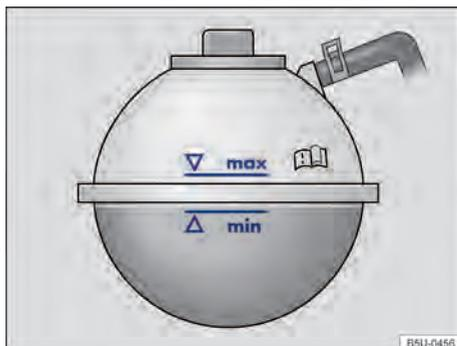

Fig. 175 No compartimento do motor: marcação no reservatório de expansão do líquido de arrefecimento do motor.
- Com o motor frio, verificar o nível do líquido de arrefecimento do motor pela marcação lateral do reservatório → Fig. 175.
- O nível do líquido de arrefecimento do motor deve permanecer dentro da marcação do reservatório → Fig. 175. **Não completar acima da marca “max”** → .
- Completar com líquido de arrefecimento do motor somente até a marca "max" → Fig. 175. Caso contrário, ao aquecer-se, o líquido excedente será expulso do sistema de arrefecimento do motor e poderá causar danos.